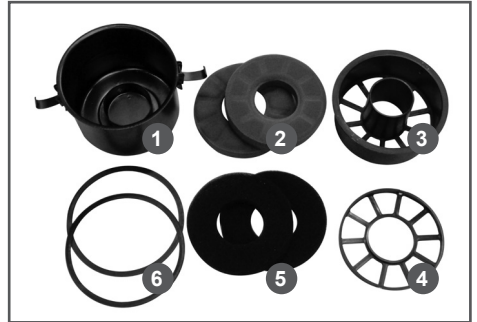

**Рис. 16** Снятие стакана воздухоочистителя
2. Отсоедините защелки крепления (Рис. 16) и снимите стакан воздухоочистителя с воздушным фильтром.